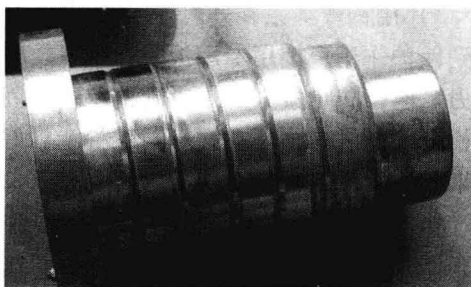

图 1-17 1~4 级填料总成
19) 分别解体填料总成，检查填料环的磨损情况。1~4 级的填料总成的规格相同，5、6 级填料总成规格相同，图 1-17 为 1~4 级的填料总成，填料为 3、6 瓣结构，3、6 瓣填料放置在填料盘内，更换下来的填料总成，要进行解体，更换内部的 3、6 瓣填料环，填料盘要进行研磨，填料盘之间是硬密封，没有密封胶。